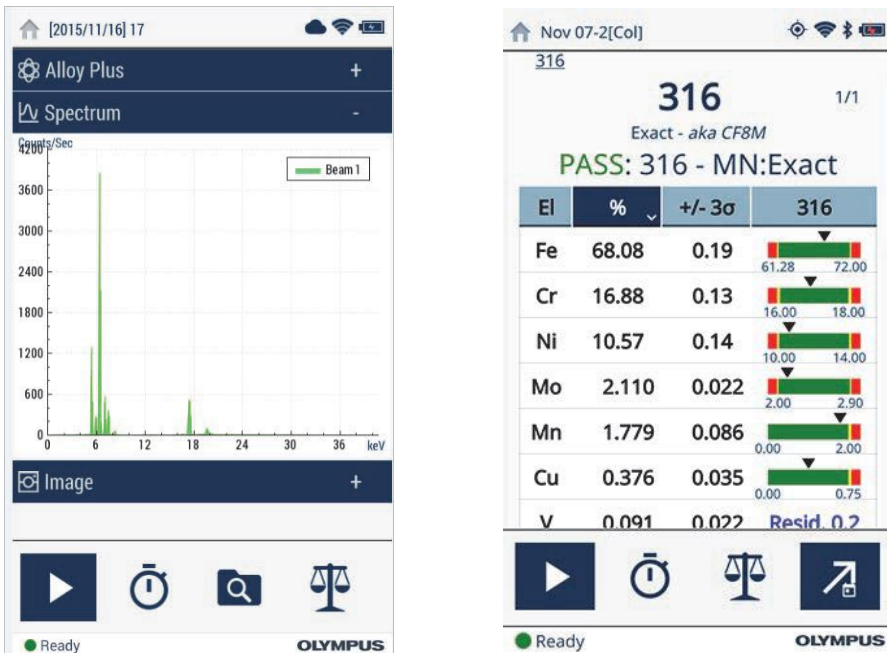

图 3-19 检测开始与检测进行中的屏幕
1. 浏览到**检测**屏幕（参见第78页的图 3-19）。
4. 当检测完成时，敲击化学成分、频谱、注释或图像栏，可以展开相关的视图（参见第78页的图 3-19）。